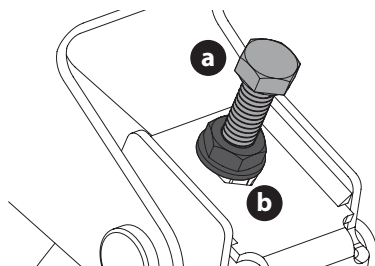

Figure 38
3. Localisez les boulons de réglage (a) à gauche et à droite du plateau (Figure 38).
4. Desserrez, mais ne retirez pas, les contre-écrous (b) du boulon de réglage. Ajustez le boulon de réglage droit ou gauche vers le haut ou le bas, le cas échéant, jusqu'à ce que les hauteurs de chaque côté soient égales (Figure 38).
5. Lorsque le réglage sera correct, serrez les contre-écrous (b). Serrez à 23 N·m (57 po·lb) (Figure 38).